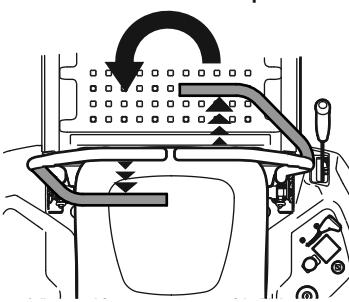

Figura 26
- Para girar en sentido contrario a las agujas del reloj, mueva la palanca de control de la transmisión de la barra de seguridad derecha hacia adelante mientras mueve simultáneamente la palanca de control de la transmisión de la barra de seguridad izquierda hacia atrás. Consulte la Figura 26.